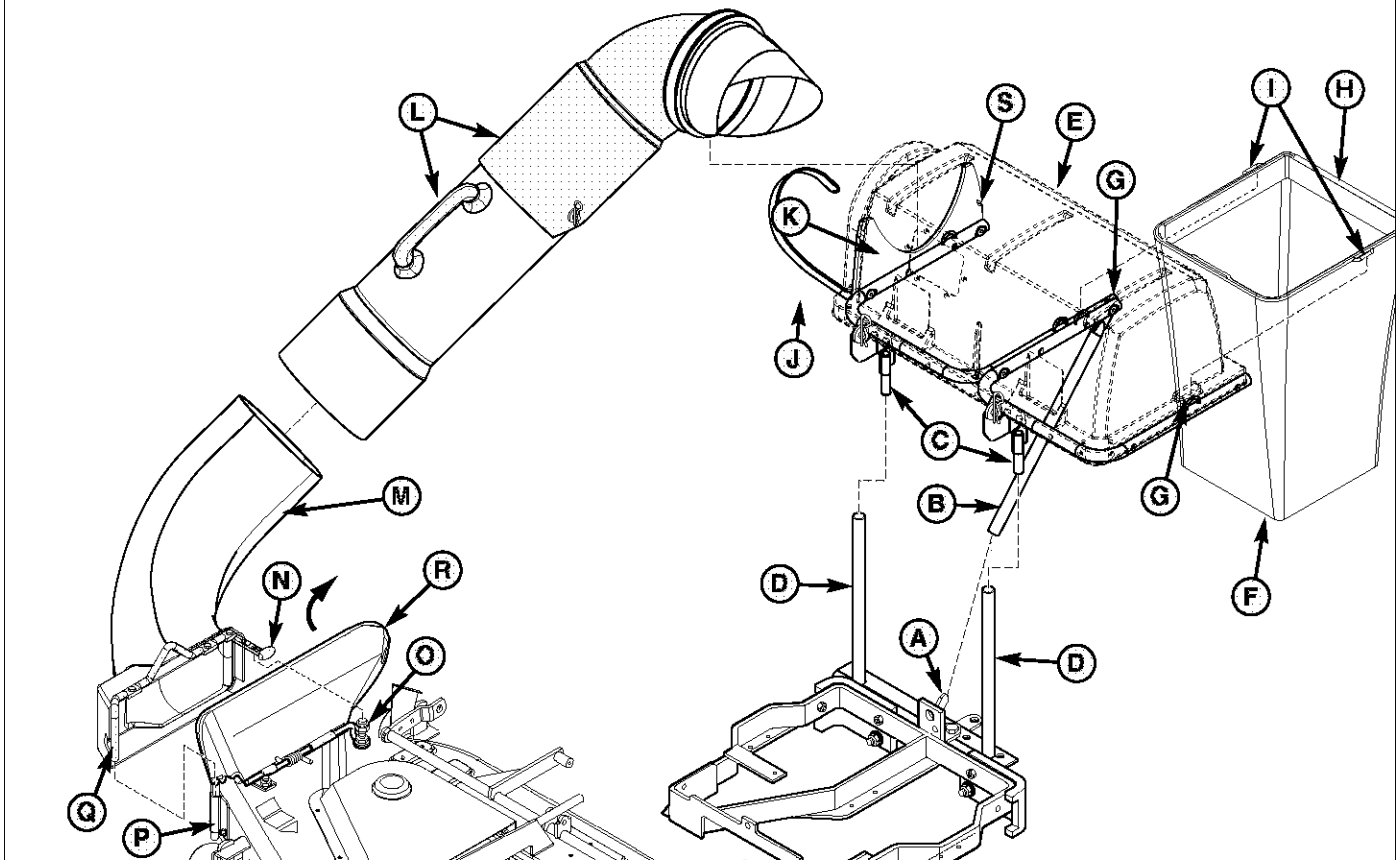

Figura 12. Remoción e Instalación Normal
1. Instale el soporte para saco y la tolva (E, Figura 12) insertando el tubo (B) sobre el poste del enganche (A) e insertando los postes (C) en los tubos del enganche (D).
2. Monte el soporte para saco y la tolva (E). Instale el saco (F) con el aro de levantamiento (H) hacia el frente. Coloque los aros del saco (I) sobre los aros del soporte para saco (G) como se muestra. Repita la operación en el otro lado.
3. Instale el tubo inferior (M). Levante el deflector de descarga (R). Inserte el vástago del conducto inferior (Q) en la placa de montaje (P). Jale la correa de caucho (N) y fíjela colocando el orificio más cercano al pomo en la correa completamente sobre la contratuerca estrellada y el tornillo de cabeza hexagonal (O).
4. Deslice el tubo superior y medio (L) sobre el tubo inferior (M). Coloque el tubo superior y medio (L) sobre el soporte (K). Fíjelos con la correa de caucho (J) enganchándola en la ranura (S).
1. Desenganche la correa de caucho (J, Figura 12) de la ranura (S).
2. Quite los tubos superior e inferior (L) del soporte (K) y del tubo inferior (M).
3. Desacople la correa de caucho (N) de la contratuerca estrellada y del tornillo de cabeza hexagonal (O). Quite el tubo inferior (M) del collar de fijación (P). Vea que el deflector (R) regrese a la posición de ABAJO.
4. Levante y quite el soporte para saco y la tolva de los tubos de enganche (D) y el poste de enganche (A).